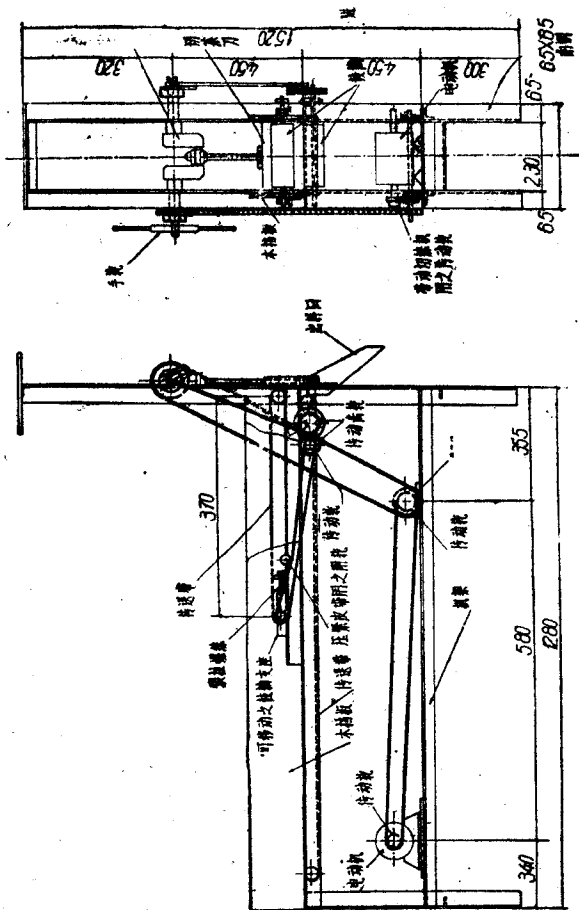

图 1 三用切菜机结构示意图
3. 结构 (詳图 1~3) 由机架、切断刀片、切絲切片刀片、刀架、弯軸、燕尾形导轨、活絡架、偏心盘、傳动齿輪、連杆等主要部件构成，用 1 馬力 1,450 轉/分电动机带动。机架由角鉄焊成，切断刀片装在刀架上，刀架由弯軸带动，两边有燕尾形导轨，刀架即依照导轨作上下运动，将菜切断。在机架的另一側面，装有切絲切片部分，由一条三角皮帶傳动，这一部分有切絲刀两把、切片刀两把，都装在鋁制圆盘上。帆布傳送帶有上、下两道，上道装在活絡架上，活絡架的作用是調节所輸送的要切菜的数量。
4. 操作 (1) 将調节螺絲調整到需要的长度和地位，然后固定；